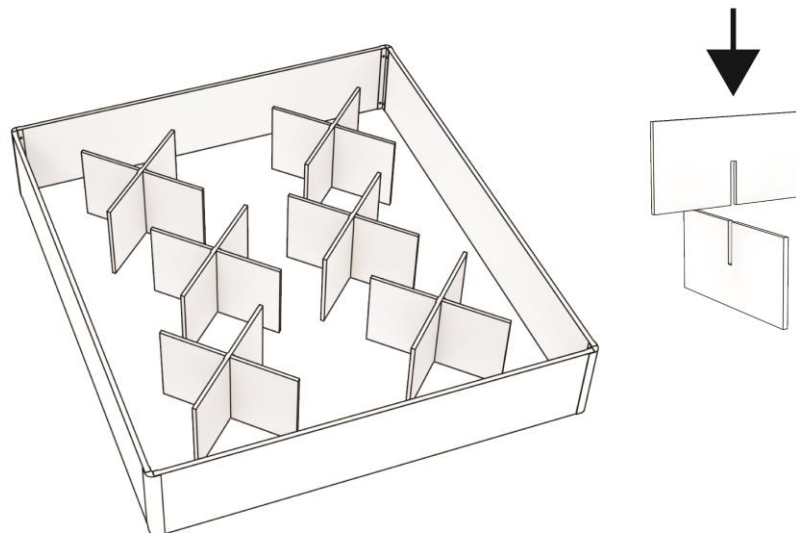

Abbildung 3: Montage der Kreuzstücke und Beispiel der Aufstellung
**Schritt 3.** Montieren Sie die mitgelieferten Kreuzbalken und legen Sie diese gleichmäßig in den durch die Leisten gebildeten Kasten. Siehe Beispiel in Abbildung 3. Der Ausgangspunkt ist, dass die zu platzierende Grundplatte immer in der Mitte einer Reihe von Kreuzen liegt. Die Anzahl der gelieferten Kreuze und deren Anordnung hängt von der Größe des Bettes ab. Tabelle 1 unten zeigt, wie viele Kreuze pro Bettgröße geliefert werden und wie viele Reihen von Kreuzen gebaut werden müssen.